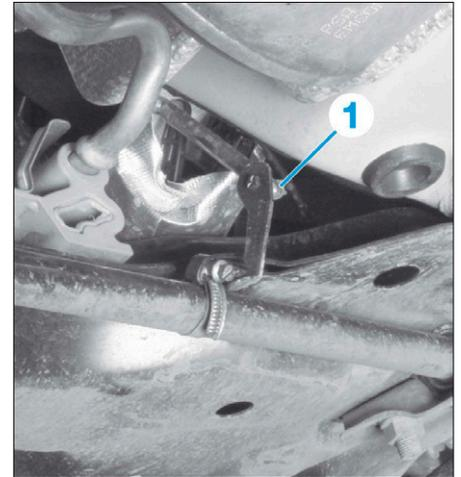

FIG. 12
- Désaccoupler la biellette du capteur de hauteur (1) (Fig.12).